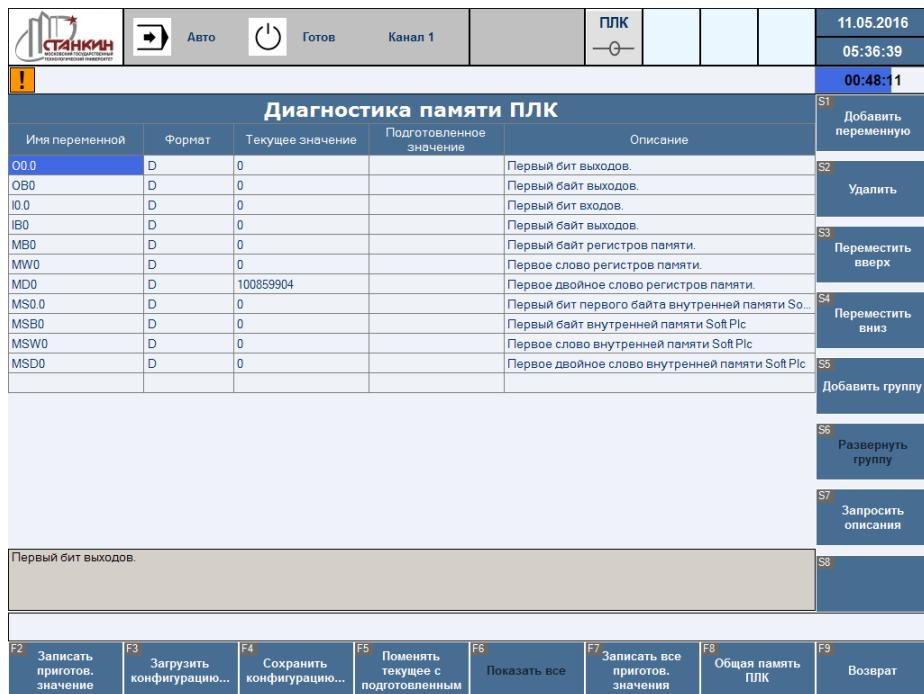
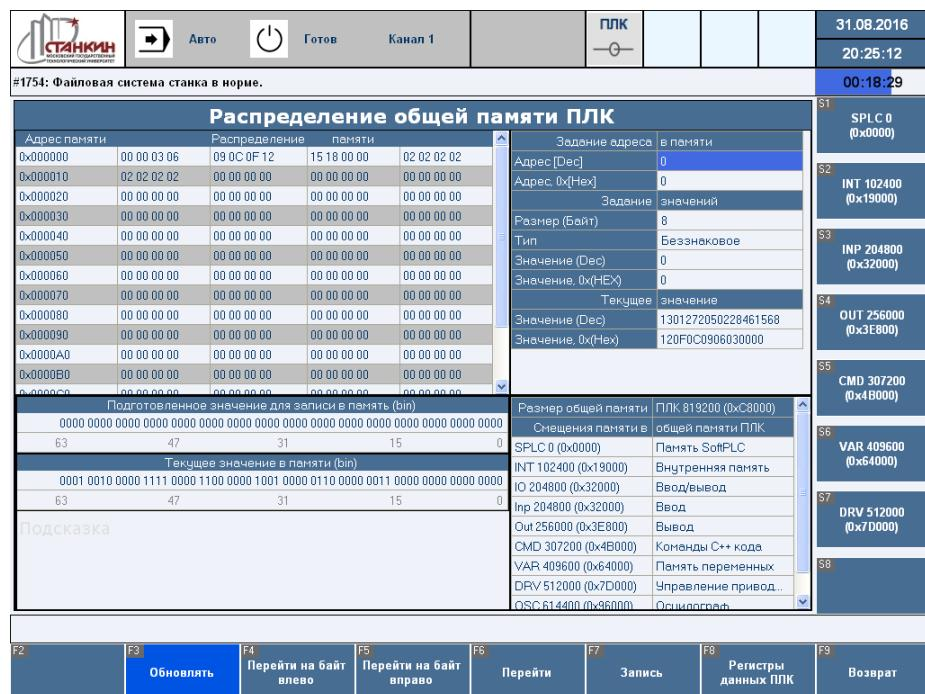

Рисунок 53 – Экран режима работы с диагностикой состояний входов-выходов контроллера электроавтоматики (Диагностика памяти ПЛК)
Рисунок 54 – Экран распределения общей памяти ПЛК
Экран диагностики ПЛК имеет два экрана – экран диагностики памяти ПЛК (Рисунок 53) и экран распределения общей памяти ПЛК (Рисунок 54).
- F8 – переход к экрану диагностики памяти ПЛК (Рисунок 53).